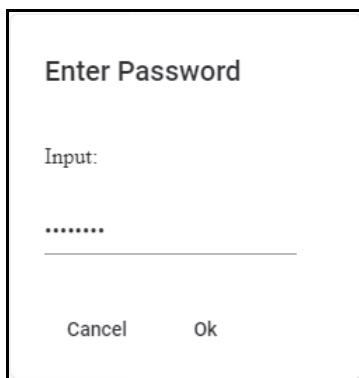

Figura 5-3 Caixa de diálogo Enter Password
3. Digite a senha na caixa de diálogo **Enter Password** e clique em **OK** (veja Figura 5-3 na página 62).